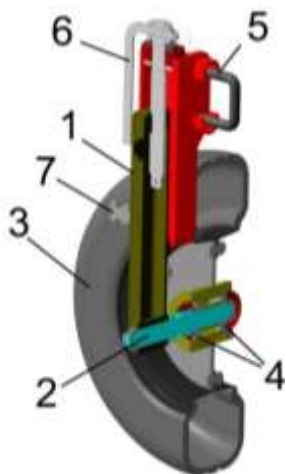

Рисунок 3 – Колесо опорное
3.3 Опорные колеса (рис.3) состоят из винтовой регулируемой стойки 1 с осью 2, на которой в подшипниках 4 установлено колесо со ступицей 3. Стойка с колесом закреплены хомутами 5 на балках рамы и обеспечивают изменение положения машины относительно почвы путем своего вертикального перемещения при вращении винтовых механизмов 6 с последующей фиксацией винтом 7. Также колёса могут сдвигаться в продольном направлении по балкам рамы.